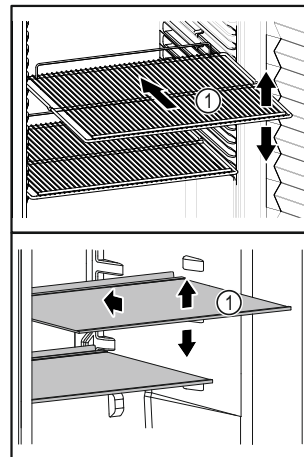

Fig. 82 Beispielhafte Darstellung
- Wenn Ablageflächen Fig. 82 (1) versetzbar sind, Ablageflächen je nach Höhe anpassen.